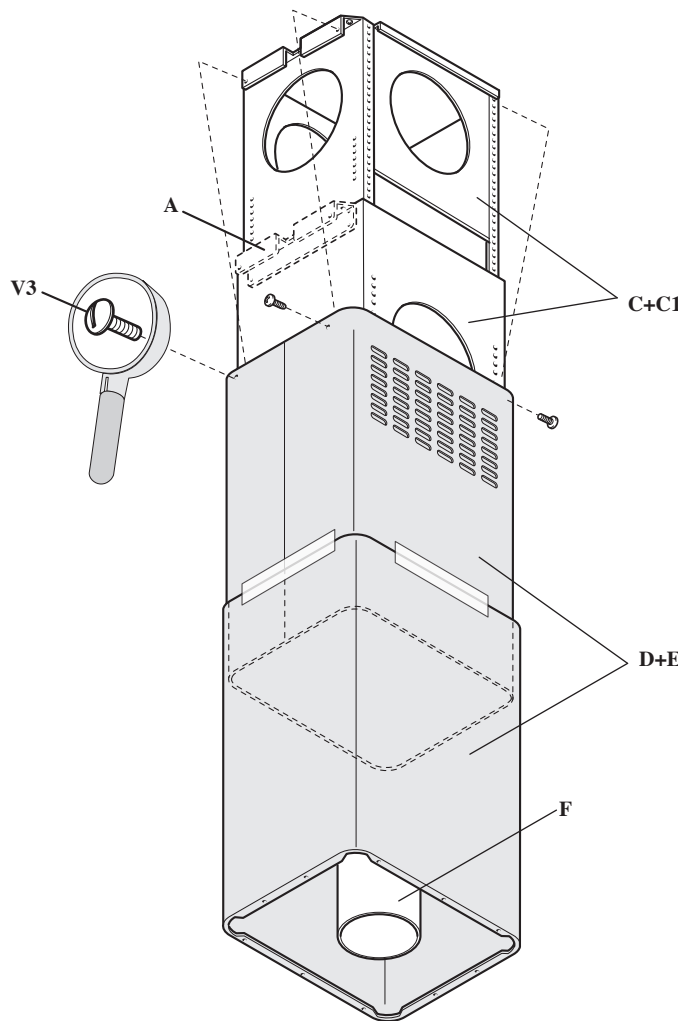

Fig. 2
- Infilare la prolunga sul camino e bloccarli tra loro con dello scotch di carta (Fig. 2).
- Fissare l'assieme camino-prolunga (D+E) al traliccio (C) tramite le 4 viti metriche M4 (V3) inserite nei fori già esistenti senza bloccarle definitivamente (Fig. 2).
- Nel caso di versione aspirante: individuare l'altezza ottimale del tubo rigido o flessibile di scarico dei fumi (F) e collegarlo al raccordo motore.
- Insert the extension on the flue and fasten them to each other with masking tape (Fig. 2).
- Fasten the flue-extension assembly (D+E) to the lattice-work (C) with the 4 M4 metric screws (V3) inserted in the existing holes without tightening them completely (Fig. 2).
- For suction version: identify the optimal height for the rigid or flexible exhaust pipe (F) and connect it to the motor connection.
- Introducir el elemento de prolongación en la chimenea y sujetarlos entre sí con papel adhesivo (Fig. 2).
- Fijar el conjunto chimenea-elemento de prolongación (D+E) en el bastidor (C) por medio de los 4 tornillos métricos M4 (V3) introducidos en los agujeros existentes pero sin apretarlos definitivamente (Fig. 2).
- En caso de versión extractora: determinar la altura óptima del tubo rígido o flexible para la evacuación de los humos (F) y empalmarlo al racor del motor.
- Das Verlängerungsstück in den Kamin einschieben und die beiden Teile mit Papierklebeband aneinander befestigen (Abb. 2).
- Die Einheit Kamin-Verlängerungsstück (D+E) mit den 4, in die bereits vorhandenen Bohrlöcher eingesetzten metrischen Schrauben M4 (V3) am Hängegerüst (C) befestigen, ohne die Schrauben ganz festzuziehen (Abb. 2).
- Bei der Version mit Abluftbetrieb: die optimale Höhe des festen oder biegsamen Rauchabzugsrohrs (F) festlegen und mit der Motoranschlussöffnung verbinden.
- Utilizzare gli elementi supporto prolunga (A) (Fig. 2) solo nel caso non venga usato il traliccio superiore, oppure nel caso di un contro-soffitto.
- Use the extension support elements(A) (Fig. 2) only if the upper lattice-work is not used, or in the case of a false ceiling.
- Utilizar los soportes del elemento de prolongación (A) (Fig. 2) sólo si no se utiliza el bastidor superior, o también en caso de falso techo.
- Die beiden Stützelemente des Verlängerungsstücks (A) (Abb. 2) nur dann verwenden, wenn kein oberes Hängegerüst eingesetzt wird oder wenn eine Zwischendecke vorhanden ist.